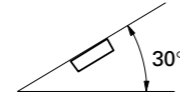

Fig. 1
• Se o ângulo de instalação exceder de 30° desde a horizontal, o aparelho pode não atingir sua performance ótima (Fig. 1).